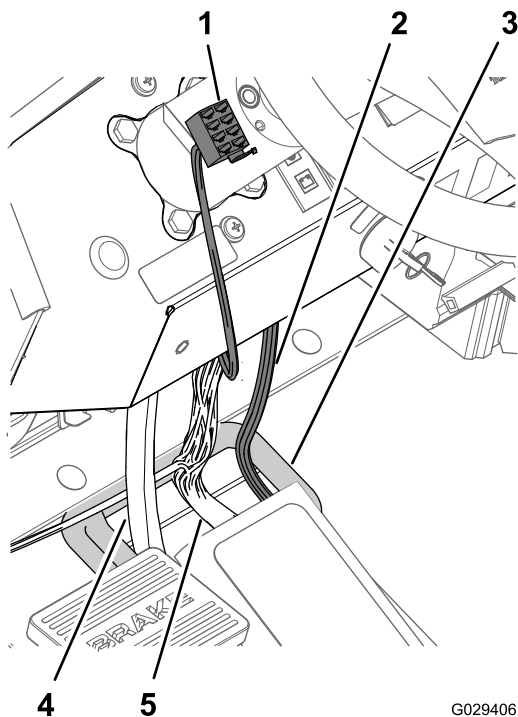

Figura 16
- Encaminhe o conector de 8 tomadas na extremidade da secção de 240 cm do painel de instrumentos através do painel de instrumentos e para a esquerda da coluna da direção (Figura 16).